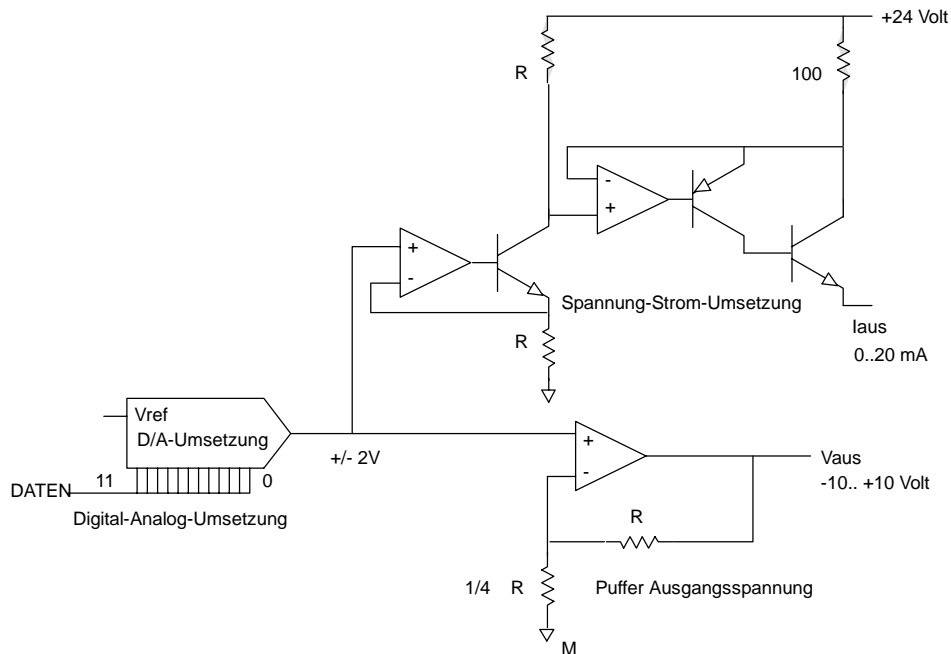

Bild A-18 Schaltbild der Ausgänge beim EM 232 und EM 235
- Überbrücken Sie die Eingänge für freie Kanäle (siehe Bild A-18).